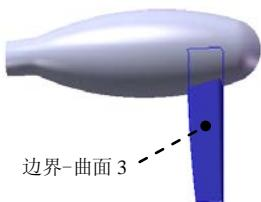
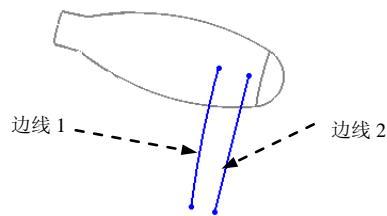

图 6.15.20 边界-曲面 3
图 6.15.21 选择边界曲线
Step17. 创建图 6.15.20 所示的边界-曲面 3。选择下拉菜单 **插入(I)** → **曲面(S)** → **边界曲面(B)**... 命令，选取图 6.15.21 所示的边线 1 和边线 2 为方向 1 的边界曲线，选取草图 8 和草图 9 为方向 2 的边界曲线。单击 **√** 按钮，完成边界-曲面 3 的创建。